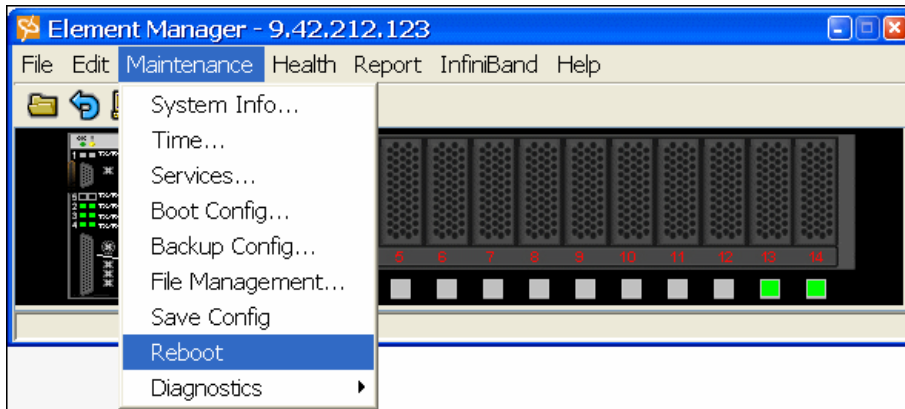

図 7-22 Element Manager: Maintenance: Reboot
8. 「Maintenance」→「Reboot」を選択する（図 7-22）。